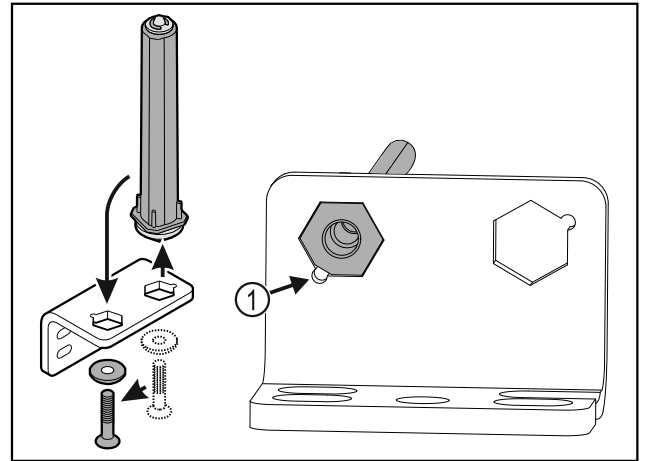

Fig. 35
- Varmista, että pultin viiste Fig. 35 (1) osoittaa pyöreää aukkoa kohti, kun se asetetaan paikalleen.